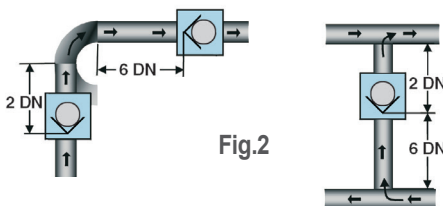

Fig.2
- Respecter le sens de montage des clapets. Fig.2
- Respecter les distances d'installation. Fig.2
- Respect the assembly of the Check valves Fig.2
- Respect the distances Fig.2
- Respetar el sentido de montaje Fig.2
- Respetar las distancias Fig.2
- Соблюдайте минимальные монтажные расстояния между клапаном и другими элементами трубопровода. Fig. 2
- Beachten sie die Montage-richtung Fig.2
- Beachten sie die entfernungen Fig.2
- Respecteer de montage-richting Fig.2
- Respecteer de afstanden Fig.2
- Respeitar o sentido de montagem das válvulas – Fig. 2
- Respeitar as distâncias de instalação – Fig.2